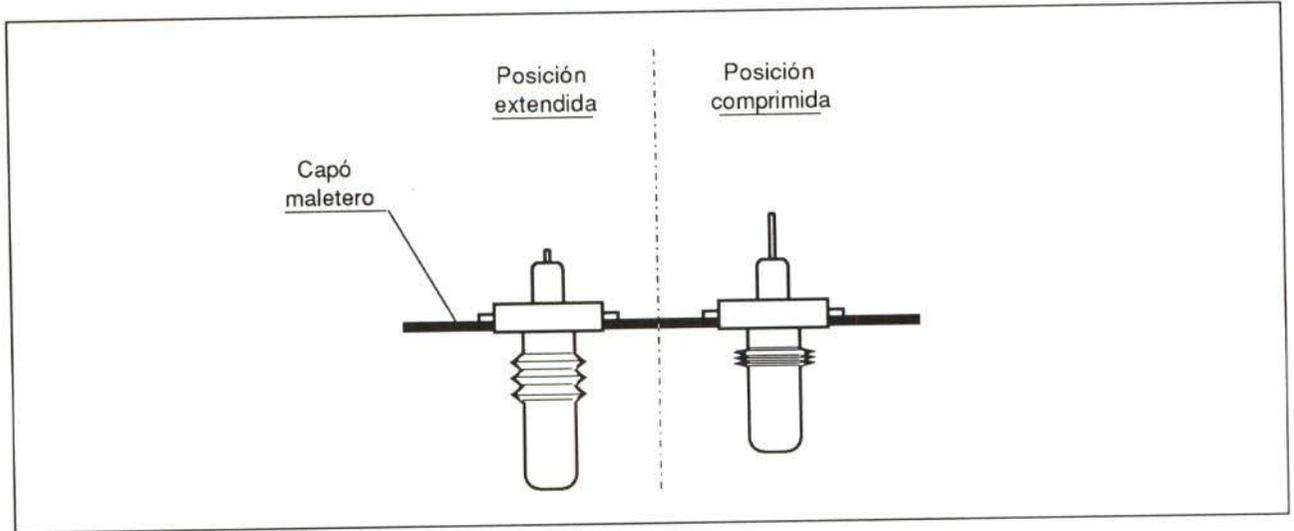

Figura 9.- Tacos de ajuste del capó
**4.1.- Capó maletero:** Está fabricado con acero de alto límite elástico. Los tacos de ajuste del capó son retráctiles y elásticos, lo que facilita el ajuste de esta pieza.(figura 9)